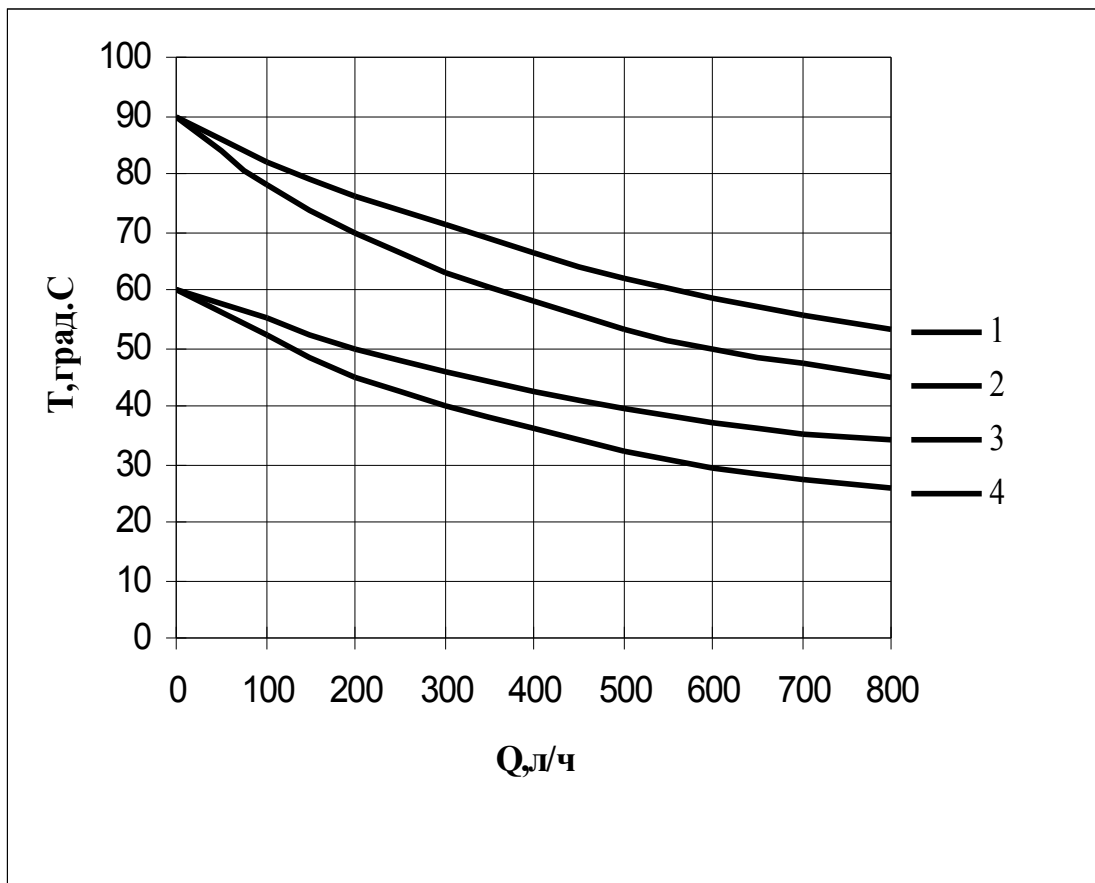

Рис.2
*** При других условиях, значения основных параметров могут изменяться, см. диаграмму рис.2, 3.